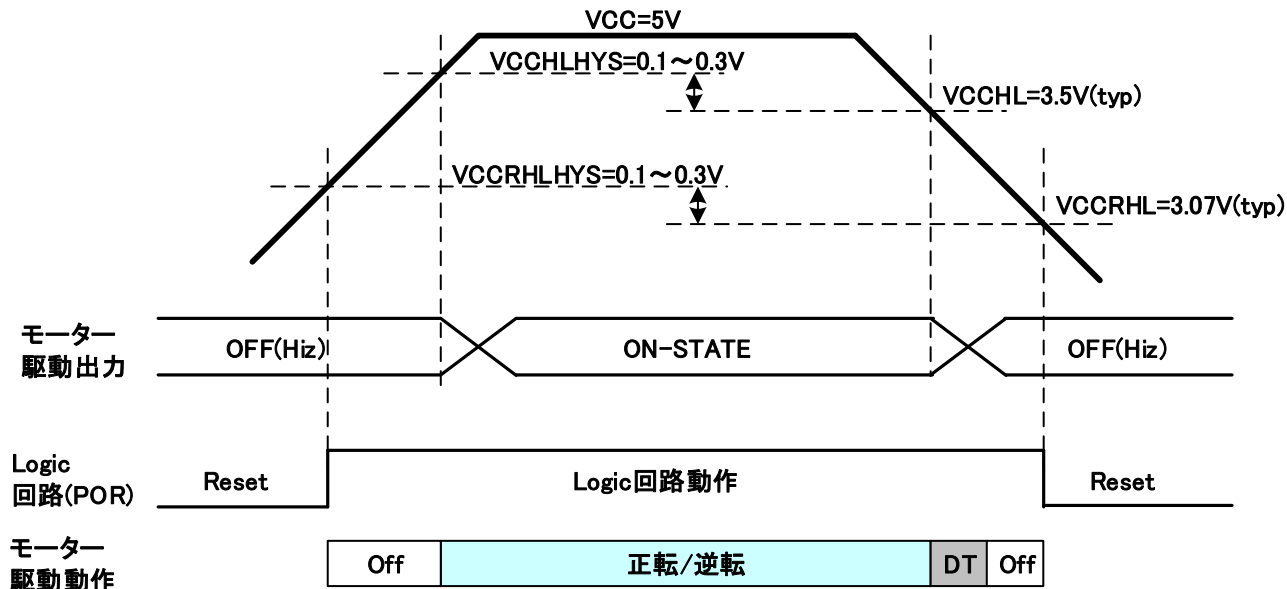
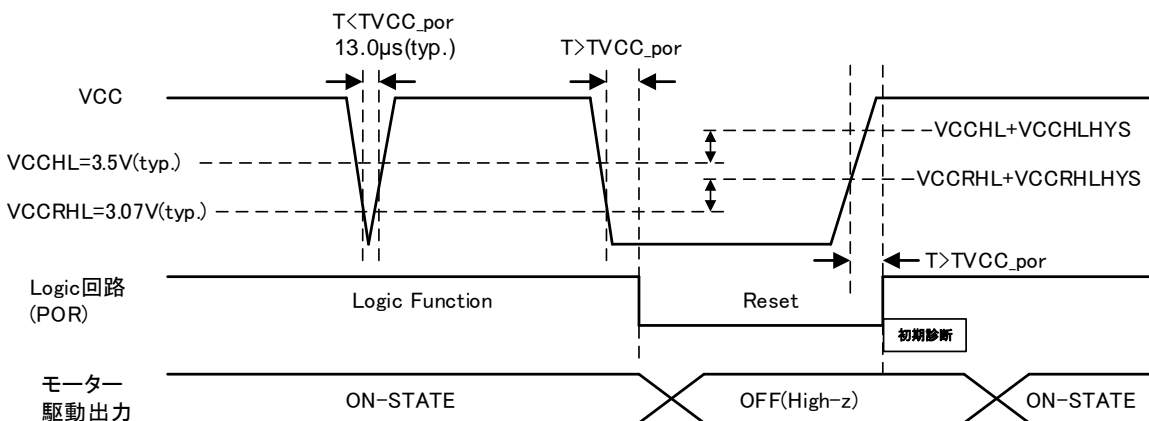

図 7.37 VCC 低電圧検出および POR しきい値特性
図 7.39 VCC 低電圧 POR 検出タイミングチャート 1
7.13.2. VCC 低電圧検出回路(図 7.37~図 7.39 参照)